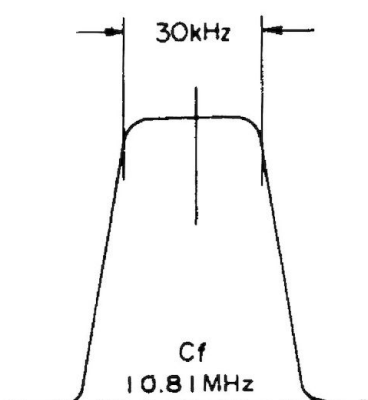

Figure 2
- d) Regolare T1003 e T1004 fino a ottenere lo schema dell'oscilloscopio illustrato in Fig 2.